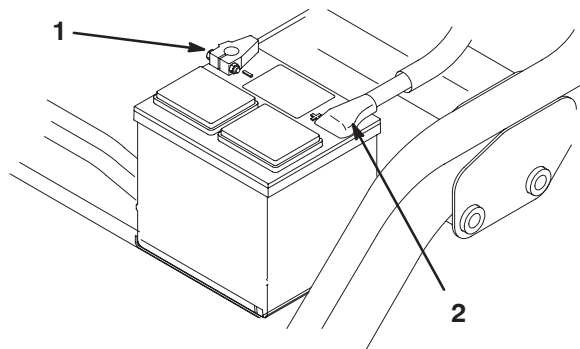

Figure 6
- Commencez par raccorder le câble positif (rouge) de la batterie à la borne positive (+) et le câble négatif à la borne négative (–), et serrez les colliers à l'aide des vis et écrous (Fig. 6). Placez le capuchon protecteur sur la borne positive pour éviter les courts-circuits.